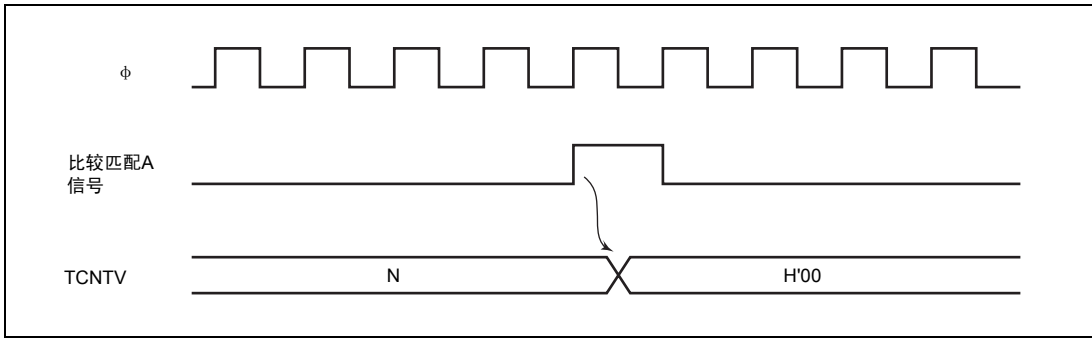

图 11.7 通过比较匹配进行的清除时序
5. 如果 TCRV0 的 CCLR1、CCLR0 是 01 或者 10, 就以对应的比较匹配清除 TCNTV。清除时序如图 11.7 所示。